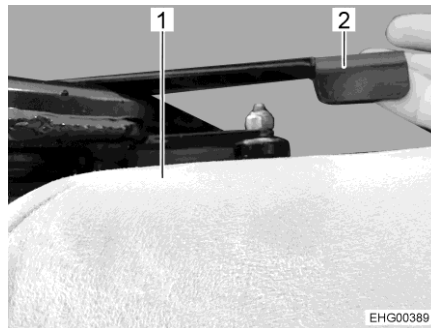

Bild 21 Ryggstöd, undre del
- Tryck spaken (Bild 21,2) längst ner på stolen uppåt.
- Ställ den nedre delen av ryggstödet (Bild 21,1) upprätt.